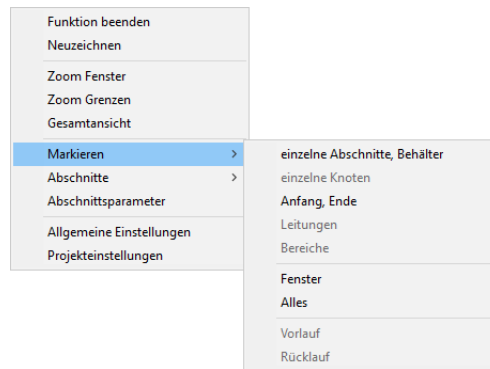

Abbildung 2.5.5: Kontextmenü - Markieren
- Die zu veränderten Abschnitte markieren unter **Bearbeiten** > **Markieren** oder  oder über das Kontextmenü (Abb. 2.5.5), welches über einen Rechtsklick geöffnet werden kann.